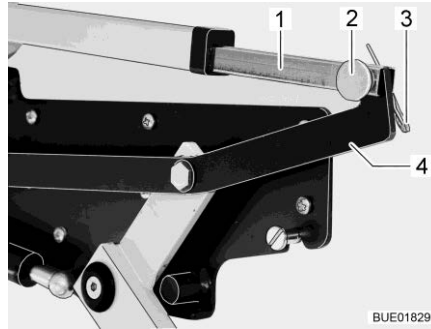

Fig. 124 Entraînement du lit escamotable
- Couper la connexion entre la tige de poussée (Fig. 124,1) et le levier (Fig. 124,4). Retirer pour ce faire la goupille (Fig. 124,3) et la broche (Fig. 124,2).